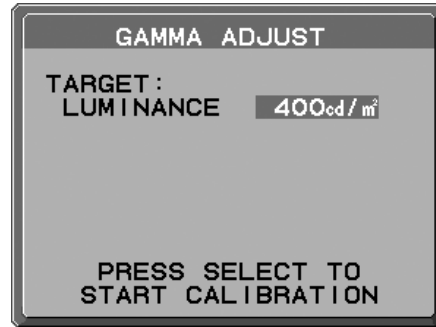

Figure 2
4. Réglez la LUMINOSITE cible (cd/m^2) (**Figure 2**). Appuyez sur SELECT pour démarrer le calibrage. Cette opération peut prendre quelques minutes selon le paramètre de l'utilisateur.